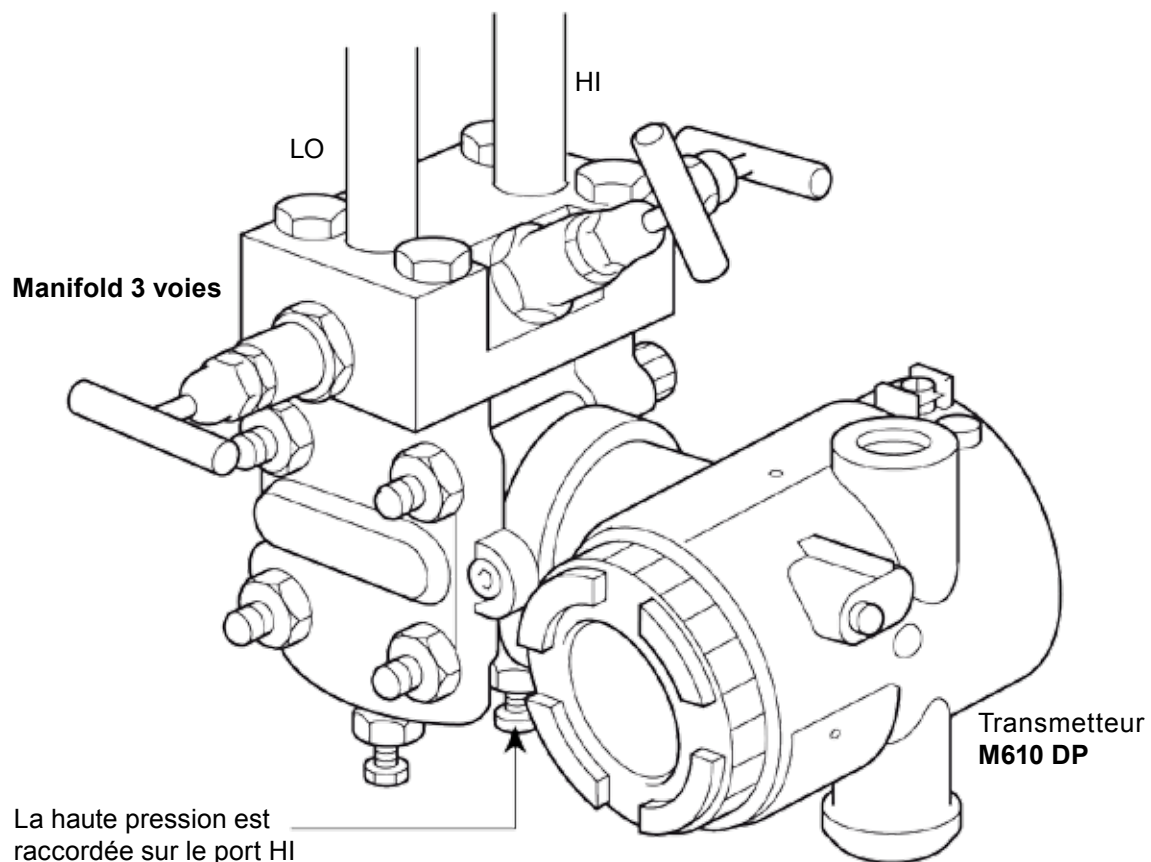

Fig. 24
- 7.2.8 En utilisant convenablement une pression étalon raccordée sur le port haute pression HI du transmetteur comme indiqué sur la Fig. 24, appliquer une pression correspondant à la pression de réglage de l'appareil. (Pour les capteurs Gilflo ILVA, celle-ci est normalement réglée en usine à 498 mbar).